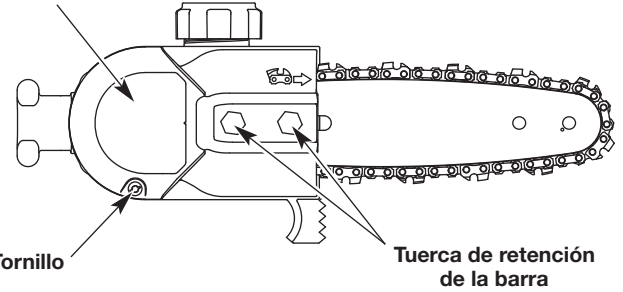

Fig. 10
1. Extraiga el tornillo y dos (2) tuercas de retención de la barra. Retire la cubierta de la barra (Fig. 10).